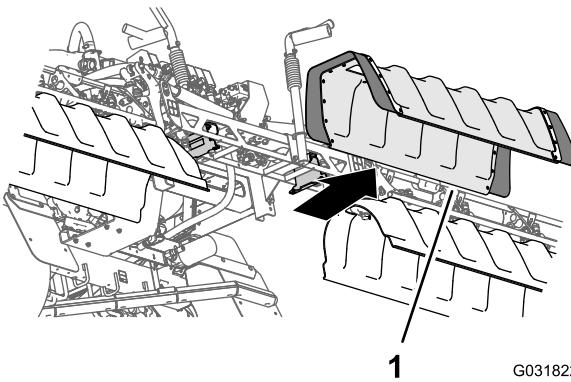

Bild 40
2. Nehmen Sie die mittlere Abschnittsabdeckung von der Maschine ab (Bild 40).